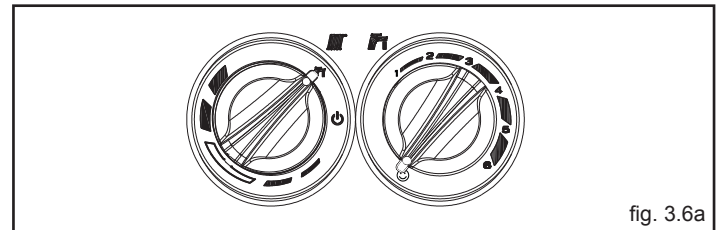

fig. 3.6a
**Comfort sanitario** (acqua calda più veloce): ruotando la manopola regolazione temperatura acqua sanitaria (fig. 3.6a) sul simbolo  si attiva la funzione Comfort sanitario, il visualizzatore (4) mostra il simbolo **P** fisso. Riportare la manopola di regolazione temperatura acqua sanitaria nella posizione desiderata.